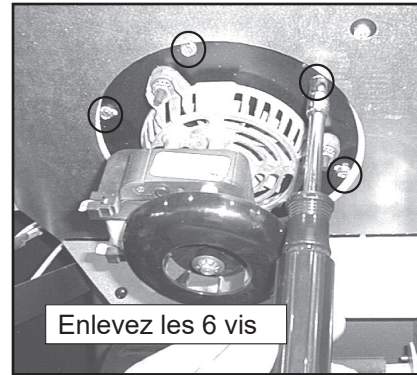

Figure 27.2
- Enlevez 6 vis en utilisant un tournevis à tête plate ou un tournevis à douille de 6 mm (1/4 po). Conservez les vis pour les utiliser sur un ventilateur de remplacement. **Figure 27.2.**